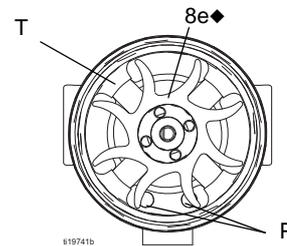

FIG. 34. Gebläseausrichtung
- Den Widerstand zwischen den zwei äußeren Polen des 3-poligen Steckverbinders (PC) messen. Der Wert sollte zwischen 2,0 und 6,0 Ohm liegen. Liegt der Widerstand außerhalb dieses Bereichs, die Turbinenspule (8a) ersetzen.
- Bei Bedarf das Gebläse (8e) drehen, bis die Flügel die vier vorstehenden Teile der Lager (T) des Gehäuses (8d) nicht länger verdecken. Siehe hierzu FIGURE 34.
7. Die Spuleneinheit (8a) auf der Werkbank mit nach oben weisendem Gebläseende ablegen. Mit einem breitem Schraubendreher das Gebläse (8e) von der Welle (S) abnehmen.
10. Das neue untere Lager (8b1.) am langen Wellenende (S) montieren. Die flache Seite des Lagers muss vom Magneten (M) weg weisen. In die Spule (8a) installieren, sodass die Lagerflügel bündig an der Oberfläche der Spule anliegen.
12. Die Spuleneinheit (8a) auf der Werkbank mit nach oben weisendem Gebläseende ablegen. Das Gebläse (8e.) auf das lange Wellenende (S) pressen. Die Gebläseflügel müssen dabei wie in FIGURE 34 ausgerichtet sein.
13. Die Spuleneinheit (8a) vorsichtig in das vordere Gehäuse (8d.) drücken und dabei den Pin der Spule am Steckplatz im Gehäuse ausrichten. Der 3-polige Steckverbinder (PC) muss sich unterhalb der breiteren Nut (W) der vorstehenden Gehäuseteile befinden.
14. Das Gebläse (8e) drehen, bis die Flügel die vier vorstehenden Teile der Lager (T) auf der Gehäuserückseite nicht länger verdecken. Sicherstellen, dass die Flügel des unteren Lagers (8b1.) mit den Teilen ausgerichtet sind.